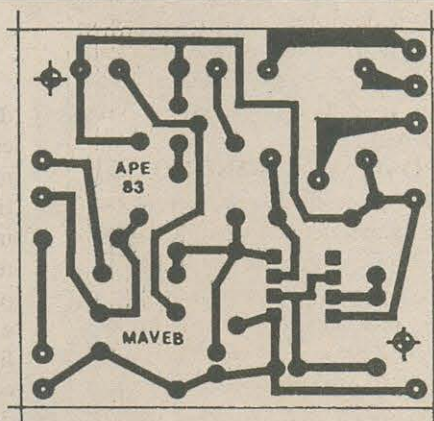

Fig. 2
- **FIG. 2 - LAY OUT DO CIRCUITO IMPRESSO ESPECÍFICO** - Lado cobreado da placa, com o padrão de ilhas e pistas visto em tamanho natural (escala 1:1). É só copiar diretamente sobre a face metalizada de um fenolite *virgem* nas indicadas dimensões, efetuar a traçagem (a recomendação vai para os práticos e elegantes decalques ácido-resistentes...),